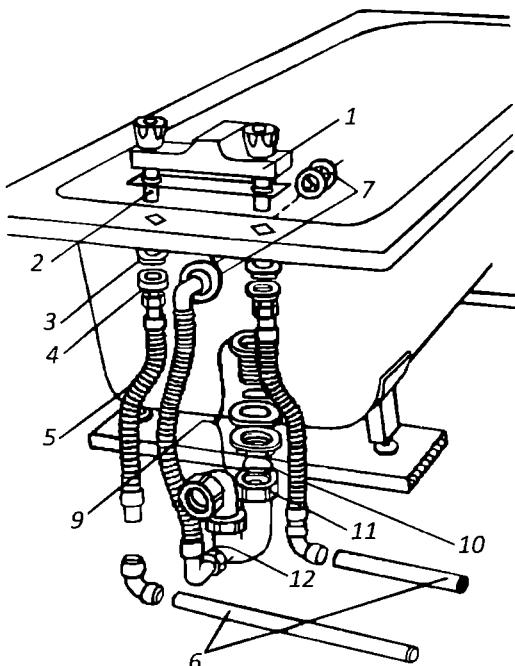

Рисунок 7. Монтаж арматуры ванны
Установите водоразборную арматуру (1) (рис. 7). Причем смеситель можно вмонтировать как в подножие ванны, так и в углу или сбоку нее.
Чтобы установить комбинированный слив, вставьте сливное устройство (9) в отверстие слива ванны (рис. 7). Затем пропустите один конец гибкого шланга в резьбовой выступ фасонной части переливного устройства. Вставьте снаружи ванны в отверстие перелива